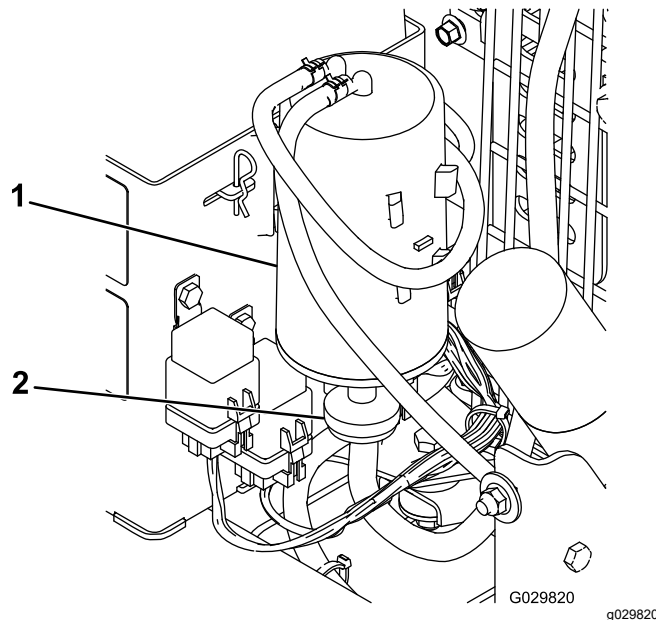

Figure 23
2. Déposez et mettez au rebut le filtre à air à charbon actif (Figure 23).